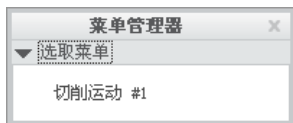
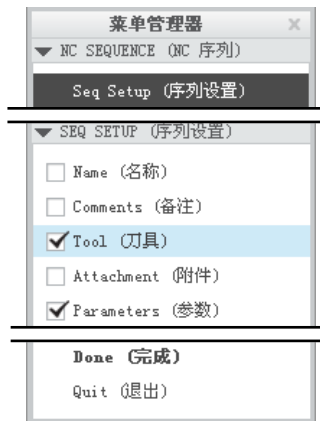

图 3.3.5 “选取菜单”菜单
图 3.3.6 “序列设置”菜单
Step3. 从弹出的 **选取菜单** 菜单中选择 **切削运动 #1** 命令，如图 3.3.5 所示。在弹出的 **SEQ SETUP (序列设置)** 菜单中选中 ☒ **Tool (刀具)** 和 ☒ **Parameters (参数)** 复选框，然后选择 **Done (完成)** 命令，如图 3.3.6 所示。